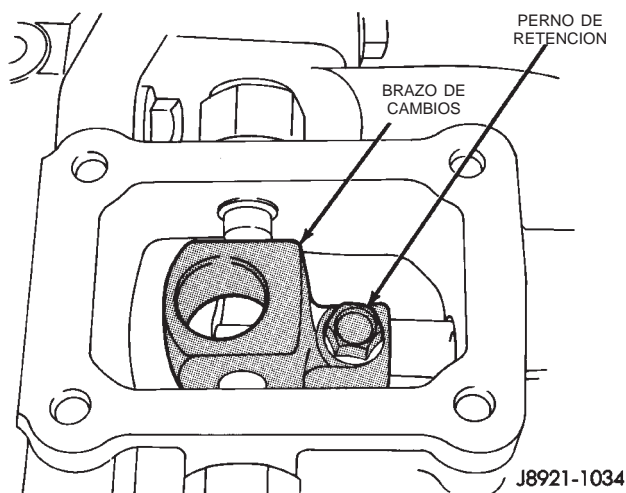

Fig. 23 Desmontaje del perno de retención del brazo de cambios
- (10) Retire el perno de retención del brazo de cambios (Fig. 23).